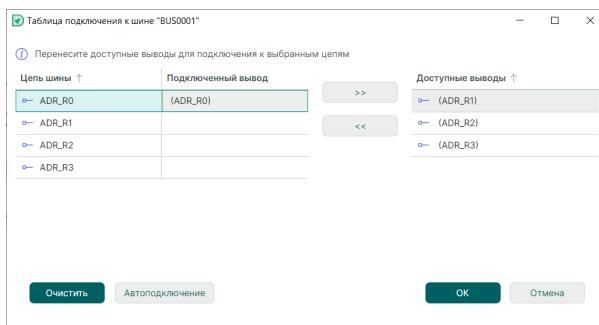

Рис. 193 Соответствие между цепью и выводом установлено
2. Нажмите на кнопку  «Добавить вывод», расположенную в центральной части окна. Будет установлено соответствие между выводом и цепью, см. Рис. 193.